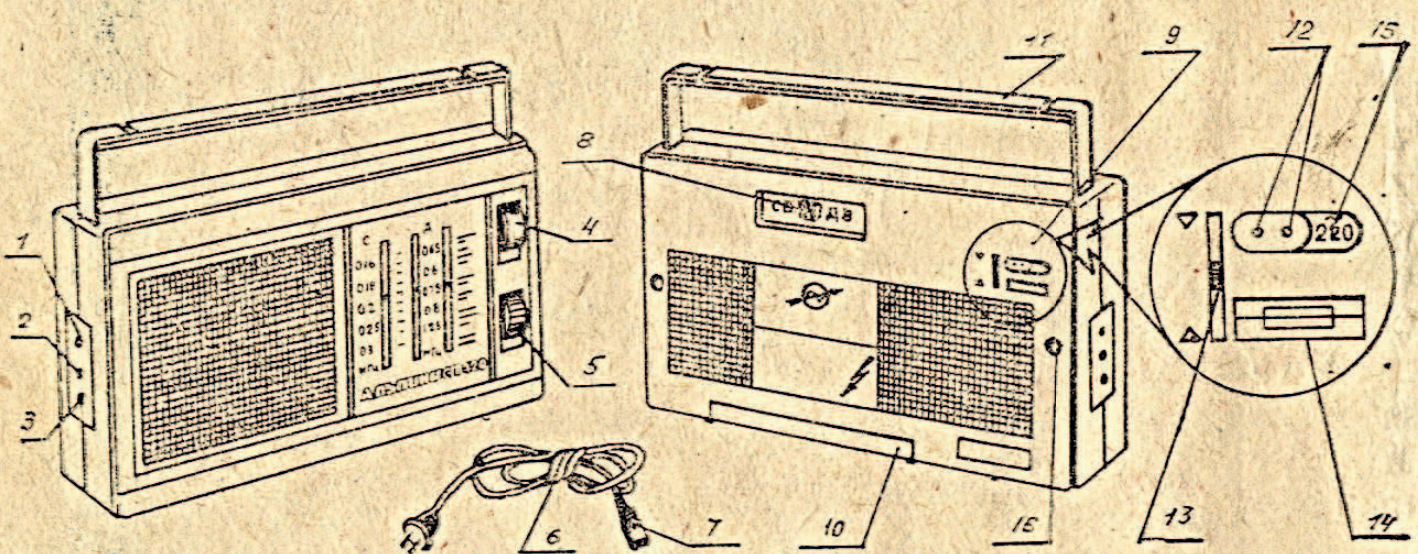

Рис. 1. Общий вид приемника с обозначением органов управления:
Приемник «Альпинист-320» предназначен для приема радиовещательных станций в диапазонах длинных и средних волн. Приемник имеет 2 диапазона волн: длинноволновый (ДВ) и средневолновый (СВ). Расположение и назначение органов управления показано на рис. 1.
Приемник будет работать от элементов питания только при закрытом окне сетевых контактов, см. рис. 1. Для того, чтобы закрыть окно сетевых контактов (15), передвиньте движок держателя предохранителя (13) в нижнее положение до упора.
Перед включением приемника в сеть, см. рис. 1, подключите колодку шнура питания (7) к сетевым контактам (12) встроенного сетевого блока питания, включите вилку шнура питания в штепсельную розетку сети переменного тока. При закрытом окне сетевых контактов (15) передвиньте движок держателя предохранителя (13) вверх до открытия окна сетевых контактов. При подключении шнура питания (6) к сетевым контактам приемника (12), питание от комплекта элементов питания автоматически отключается. Для замены предохранителя отключите приемник от сети и выньте колодку шнура питания (7) из гнезда сетевого питания, передвиньте движок держателя предохранителя (13) в верхнее положение до упора. После замены предохранителя установите движок держателя предохранителя в прежнее положение.